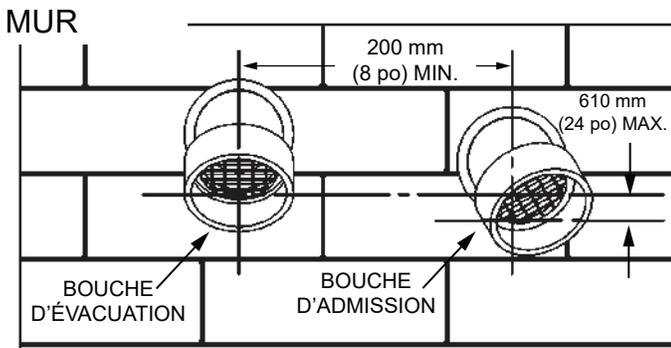

Figure 15. Dégagements pour une évacuation murale
Important : Pour les évacuations à travers un mur, les spécifications suivantes relatives au placement des extrémités doivent être respectées. Voir *Figure 15*.
4. Pour éviter la recirculation des gaz de combustion, la bouche d'admission d'air peut être tournée à l'écart de la bouche d'évacuation. Voir *Figure 15*.